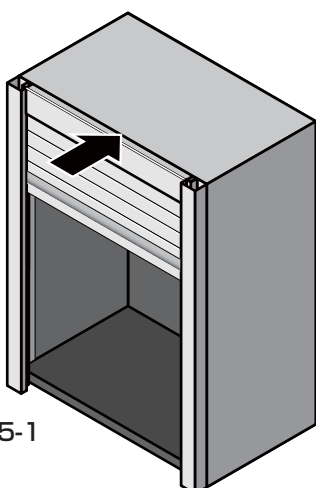

図5-1
- (5) ガイドレールがシャッターケースから抜け落ちないように注意しながら、シャッターケースをガイドレールごとキャビネットに差し込んでください (図 5-1)。